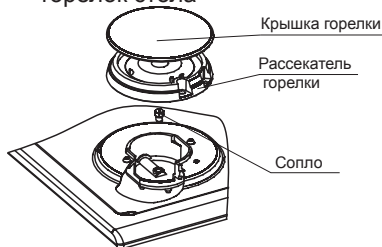

рис. 14
22.1. Проведение замены сопла при ремонте, а также при переводе на другой тип газа (рис.14, 15, 16)
- Для замены сопла горелки гриля или горелки пода (см. рис. 14, 15) необходимо отвин-